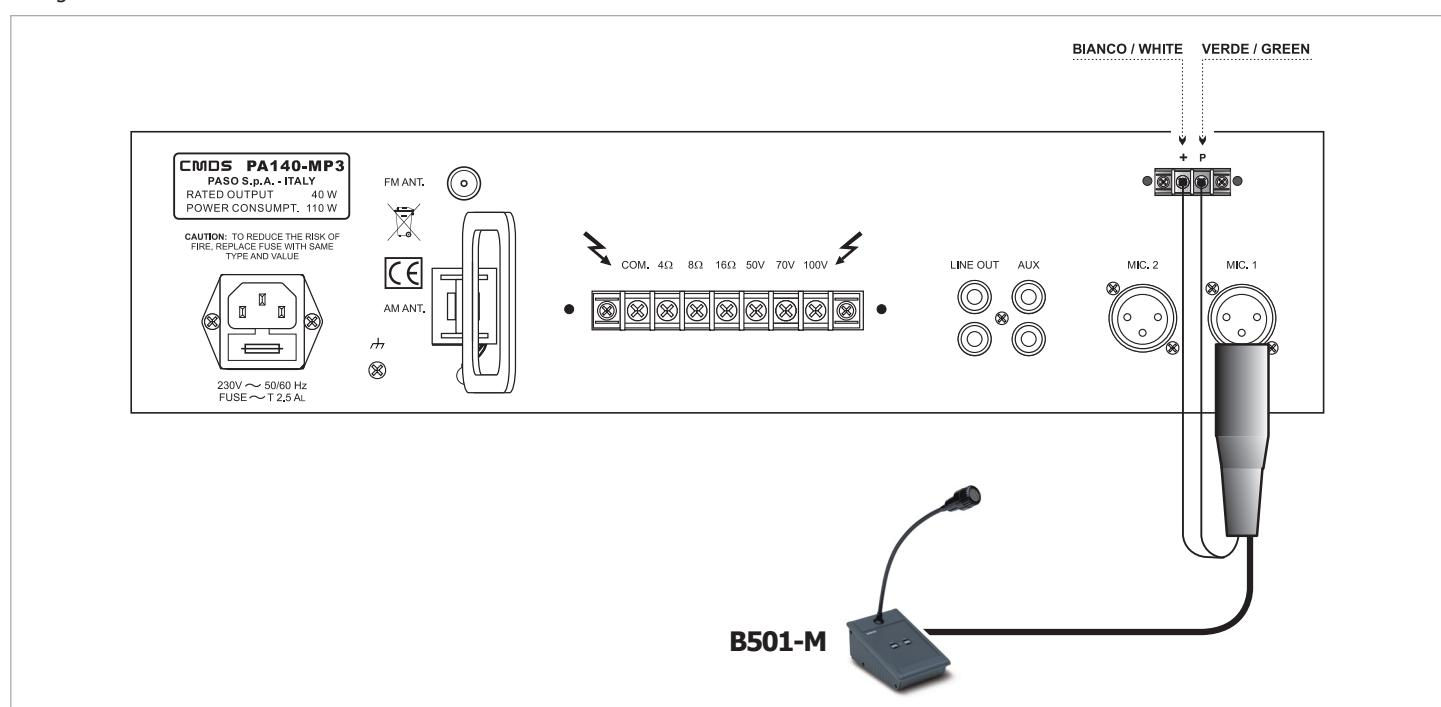

Fig. 3.3.1
Chiudendo i contatti della morsettiera **PRECEDENCE** (10) vengono ammutoliti i segnali provenienti dal lettore CD/MP3, dal tuner e dall'ingresso ausiliario. Per sfruttare efficacemente la funzione di precedenza è possibile utilizzare i microfoni PASO mod. **M906-C** e/o le basi **B501-M** e **B601-P**. In fig. 3.3.1 è riportato un esempio di collegamento.
On closing the contacts on the **PRECEDENCE** terminal strip (10) the signals from the CD/MP3 player, from the tuner and from the auxiliary input are muted. To exploit the precedence function effectively, it is possible to use PASO model **M906-C** microphones and or **B501-M** and **B601-P** bases. Figure 3.3.1 shows an example of a connection.